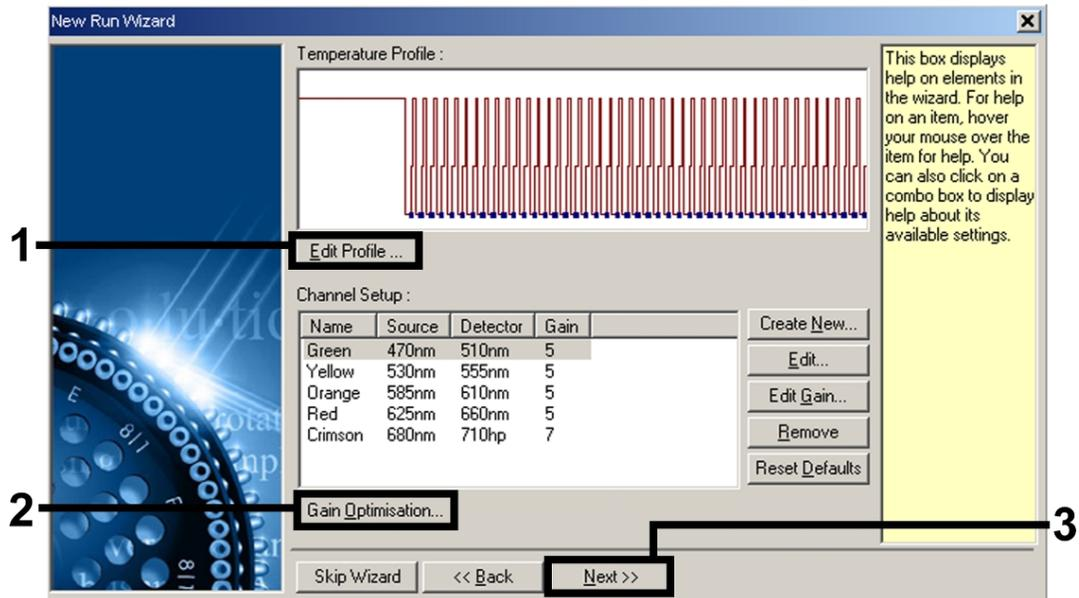

Figura 6. Edición del perfil.
8. Haga clic en el botón "Edit Profile" (Editar perfil) en el siguiente cuadro de diálogo "New Run Wizard" (figura 6) y programe el perfil de temperatura tal como se muestra en las figuras 6-8.
9. El intervalo de detección de los canales de fluorescencia debe determinarse según las intensidades de fluorescencia de los tubos de PCR. Haga clic en "Gain Optimisation" (Optimización de ganancia) en el cuadro de diálogo "New Run Wizard" (consulte la figura 6) para abrir el cuadro de diálogo "Auto-Gain Optimisation Setup" (Configuración de la optimización de ganancia automática). Configure la temperatura de calibración en 55 para que coincida con la temperatura de apareamiento del programa de amplificación (figura 9).